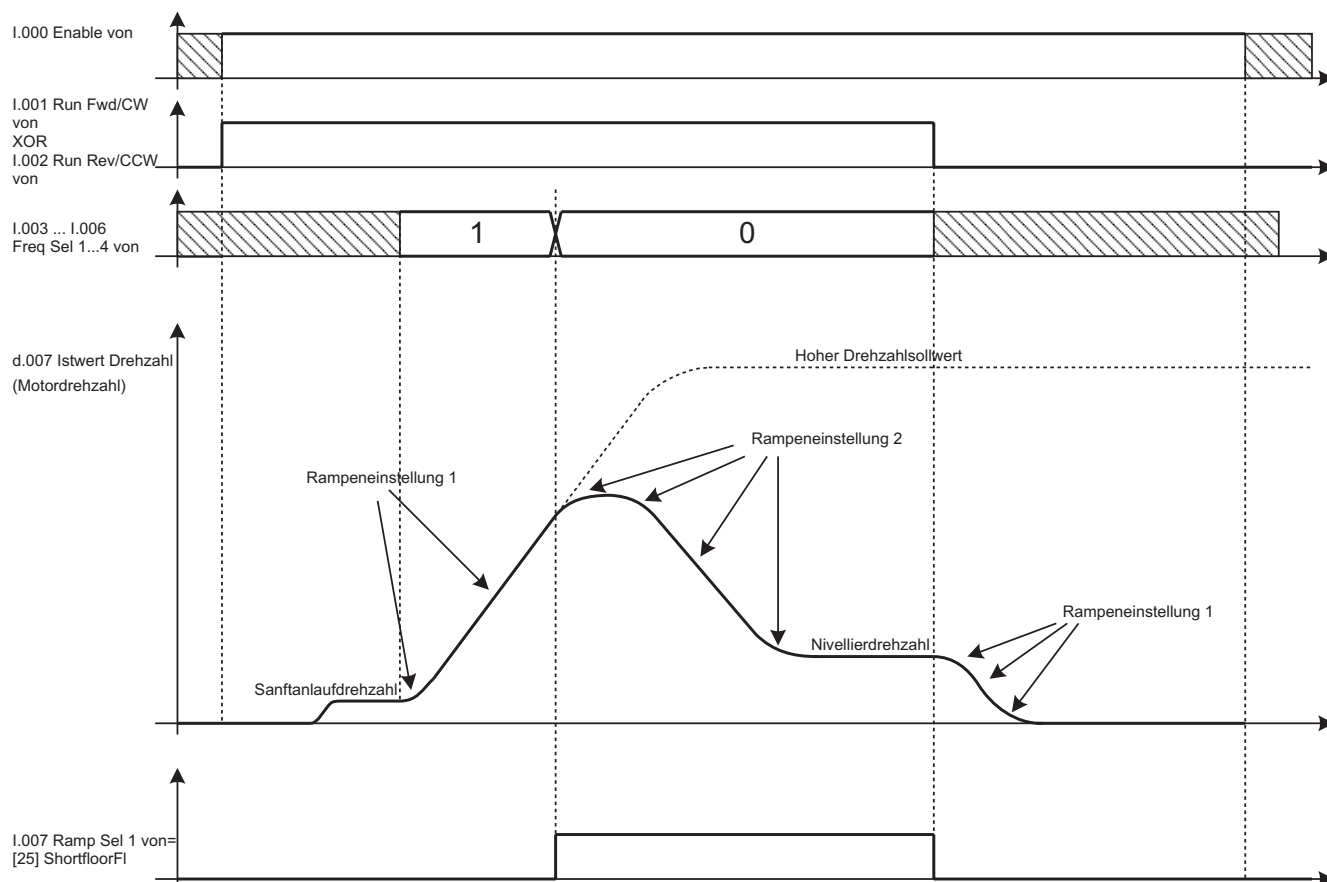

Abb. 7.5 – Kurze Stockwerk-Sequenz
- Ramp Sel 1 ... 2** Der durch den Status dieser Signale festgelegte Binärcode wählt das Parameterset für das Rampenprofil (Jerk, Beschleunigung und Verzögerung). Gemäß der Voreinstellung wird der erste Rampenwählschalter von **ShortFloorFl** gesteuert (siehe Kapitel 7.3), während der zweite Rampenwählschalter fix auf FALSE eingestellt ist. Folglich ist das erste Rampenset normalerweise aktiv und der Antrieb geht automatisch zu dem Zeitpunkt auf das zweite Rampenset über, in dem ein kurzes Stockwerk festgestellt wird (siehe Abbildung 7.5).
Durch Einstellung der Parameter von **S.240** bis **S.245** wird der Raum eingestellt, der vor der Ankunft im Stockwerk zurückzulegen ist. Wenn der Aufzug bei einem kurzen Stockwerk über das Stockwerk hinaus fährt, bedeutet das, dass er nicht mit niedriger Drehzahl angekommen ist und die Jerk-Wert daher erhöht werden müssen (Parameter S.242, S.243, S.244). Wenn die Anlage vor der Ankunft im Stockwerk zu lange bei der niedrigen Drehzahl verbleibt, müssen die Jerk-Werte (Parameter **S.242, S.243, S.244**) verringert werden. Abbildung 7.5 zeigt eine typische kurze Stockwerk-Sequenz. .